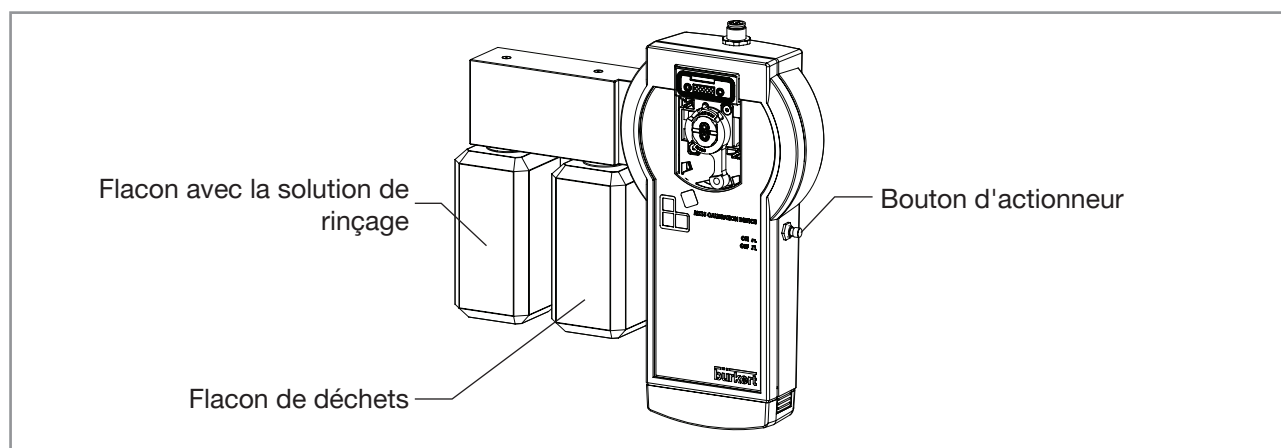

Fig. 23 : Outil manuel d'étalonnage et de nettoyage : position du flacon avec la solution de rinçage
- Visser le flacon avec la solution de rinçage comme indiqué Fig. 23.